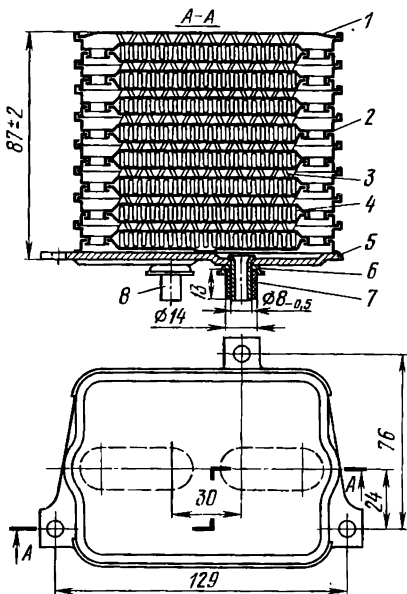

Рис. 78. Масляный радиатор:
**Масляный радиатор** (рис. 78), используемый для охлаждения масла в двигателе, изготовлен из штампованных тонколистовых стальных секций, спаянных медью. Радиатор в масляную систему включен параллельно. При разборке двигателя нужно обязательно проверить радиатор на отсутствие течи. Проверка на герметичность производится воздухом под давлением 4,0...5,5 кгс/см2 путем погружения радиатора на 20 с в щелочной раствор. Появление пузырьков воздуха указывает на нарушение герметичности. Место повреждения необходимо запаять мягким припоем. Если масляные каналы забиты отложениями, радиатор необходимо погрузить в смесь, состоящую из 25% ацетона и 75% бензина или бензола на 18 ч, а затем продуть сжатым воздухом и просушить. Резиновые уплотнительные кольца в процессе эксплуатации от воздействия температуры и масла теряют упругость и твердеют. При затвердевании, наличии остаточных деформаций, надрывов или трещин уплотнители необходимо заменить.
следить за тем, чтобы не произошло выпадание уплотнительных колец 7 (см. рис. 78). Устанавливают на шпильки картера прокладки и впускной коллектор и закрепляют его гайками, затянув моментом 10...20 кгс·м. Устанавливают верхний кожух системы охлаждения, проследив за тем, чтобы кожух плотно прилегал по контуру. Перед установкой карбюратора на шпильки следует установить прокладку, проставку, а затем снова прокладку.